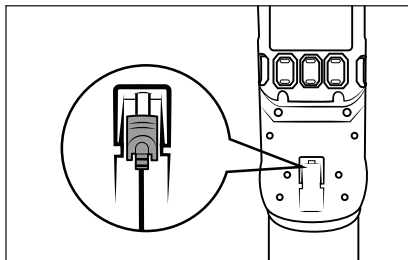

Fig. 8
- ▶ La aspiradora también puede cargarse directamente a través del adaptador de red **10**. Para ello, extraiga el conector coaxial **11** del soporte mural **18** con un leve giro e insértelo en la conexión de carga **3** del aparato (consulte la fig. 8).